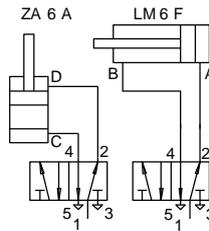

Bild 5
## Pneumatik Anschluss, Bild 5, 6
1. Gewindestopfen (1) am Zylinder (2) entfernen und am Parallelanschluss wieder montieren.
2. Schutzstopfen (3) am Zwischenanschlag (4) entfernen.
4. Pneumatikschläuche gemäss Schema anschliessen; Bild 5